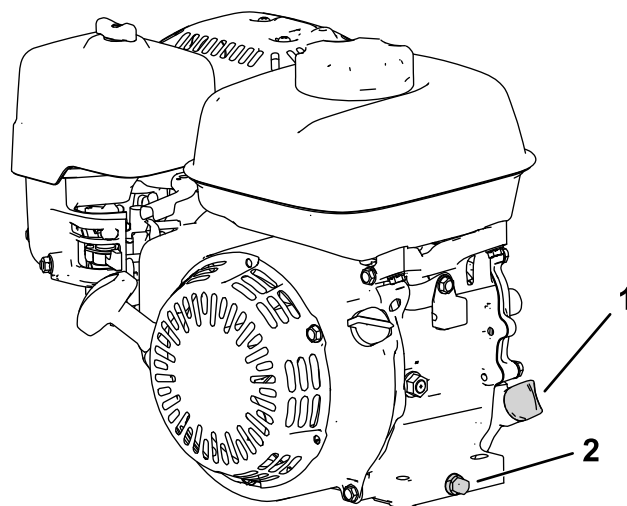

Figura 17
2. Coloque a máquina de maneira a que o motor esteja nivelado e limpe a área à volta do tubo de enchimento de óleo (Figura 17).
- Retire o tampão de escoamento (Figura 17).